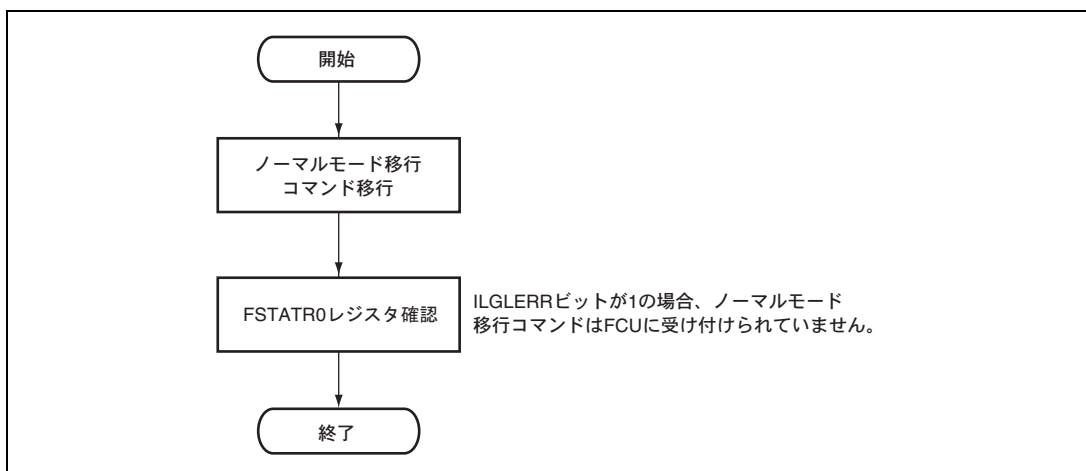

図 27.21 ROM P/E ノーマルモード移行コマンド使用方法
(6) ROM P/E ノーマルモード移行コマンド使用方法
ROM P/E ノーマルモードへの移行方法には、ROM リードモード時に FENTRYR レジスタを設定する方法（「27.6.3 (1) FCU RAM へのファームウェア転送方法」を参照）と ROM P/E モード時にノーマルモード移行コマンドを発行する方法（図 27.21）があります。ステータスリードモード移行、ロックビットリードモード移行コマンドの使用方法もノーマルモード移行コマンドの使用方法と同様です。